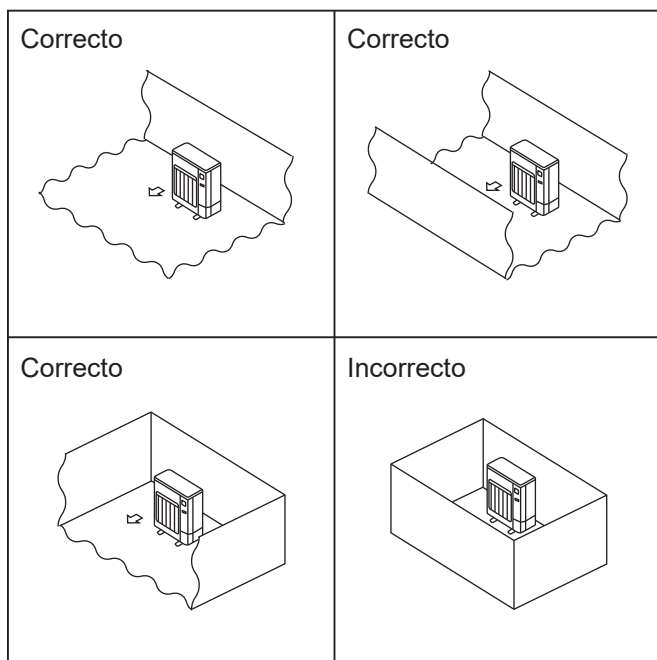

Fig. 2-2
- Ⓞ Instale as unidades exteriores num local onde, pelo menos, uma das quatro laterais seja aberta e cujo espaço seja suficientemente amplo e não tenha depressões. (Fig. 2-2)